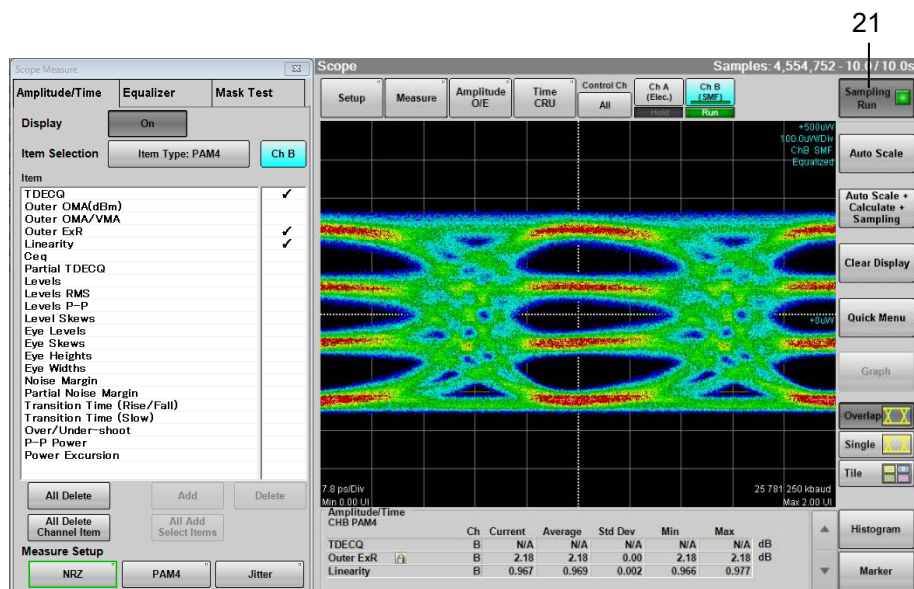

図 6.9.1.2-8 測定結果の表示例
22. イコライザで処理される前の波形を表示する場合は、図 6.9.1.2-7 の Display Equalized Waveform を [Off] にします。